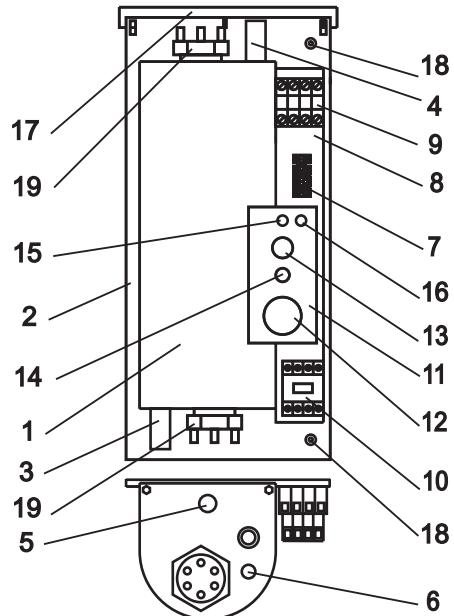

Рисунок 1 (кожух не показан):
4.1. Приборы ЭВАН-С1 -4; -5; -6; -7,5; -9; -12; -15; -18; -24; -30 в соответствии с рис. 1 состоят из следующих основных частей:
- котла (1) с входным (3) и выходным (4) патрубками G 1¹/₄, датчиком терморегулятора (6), аварийным самовозвратным термовыключателем (5), отключающим прибор при 92° С, и блоками трубчатых электронагревателей (ТЭН) (19);
- панели (2) с зажимом заземления (18) для подключения нулевого защитного проводника РЕ;
- кронштейна (8) с размещенными на нем зажимом клеммным (7) для подключения циркуляционного насоса и датчика температуры воздуха, пускателем (10), элементами управления и сигнализации расположенными на панели управления (11);
- выключателя "СЕТЬ" (13) для включения водонагревателя в работу;